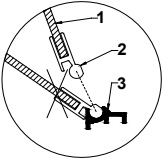

Abb.12 Demontage der Frontscheibe
-  **Bei dem Waschen des Inneren der Anlage darauf achten, dass die Scheibe im Aluprofil nicht frei gekippt wird. Das kann zur Beschädigung der Scheibe führen und ist von der Garantie ausgeschlossen. Ur die Wartung, die Scheibe zusammen mit dem profil entfernen. Abb.12 (S.29).**